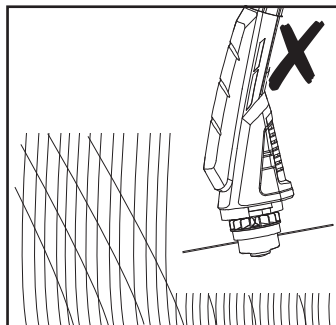
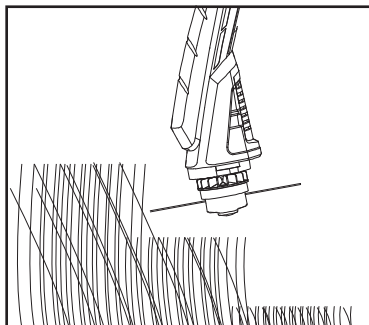

Fig. 10
Fig. 11
6. Certifique-se de que o dispositivo de corte permanece limpo e livre de cortes que possam causar o seu encravamento. Verifique regularmente. Solte o interruptor para ligar/desligar (2) e desligue o produto da fonte de alimentação antes de verificar.
7. Apare a relva mais alta por fases; não corte relva alta com um só corte (Fig. 10). Para obter os melhores resultados, corte a relva mais alta por fases (Fig. 11).